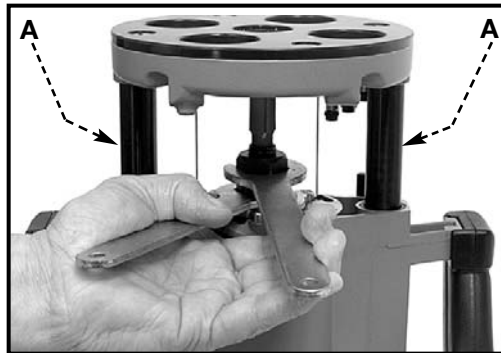

Fig. 3
1. Invierta el ráuter boca abajo sobre la tapa del motor (vea la Fig. 3).
3. Coloque una llave en los planos del portabroca y la otra en la tuerca de boquilla (vea la Fig. 3). Apriete bien.
⚠ PRECAUCIÓN No deje que las llaves toquen las columnas (A) Fig. 3, porque las pueden dañar y limitar la acción vertical.